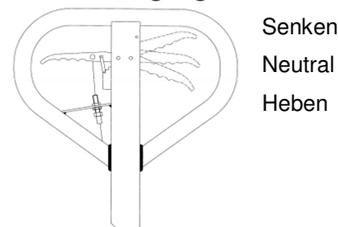

Abb. 9: Hebel HU ES 10B
Falls erforderlich, können Sie den Hebel in den folgenden Schritten einstellen (Abb. 9):
- Senken sich die Gabeln nicht, wenn sich der Steuerhebel in der Stellung **Senken** befindet, die Einstellmutter im Uhrzeigersinn drehen, bis durch ein Anheben des Steuerhebels die Gabeln abgesenkt werden. Dann die Stellung **Neutral** gemäß Abb. 9 prüfen und sicherstellen, dass sich die Einstellmutter in der richtigen Stellung befindet.